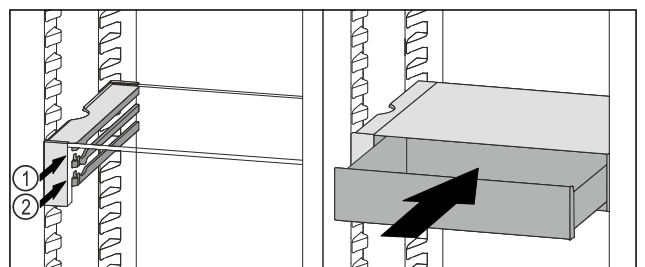

Fig. 63
- ▶ Posizionare il cassetto VarioSafe dietro i tappi sulla nervatura desiderata Fig. 63 (1) o Fig. 63 (2).